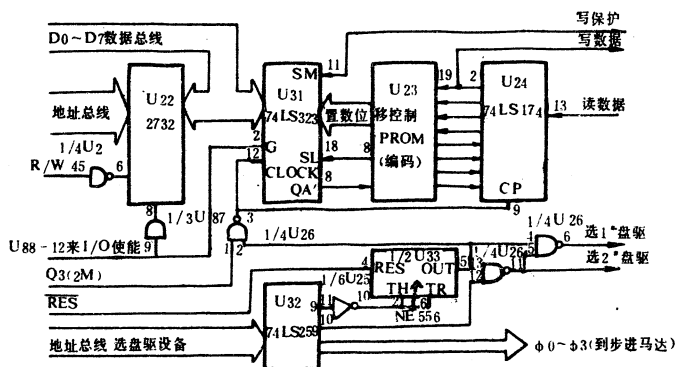

图 1-11 盘驱动器接口示意图
#### 4. 盘驱动器接口本身故障(如图 1-11)。①载有盘驱动器。